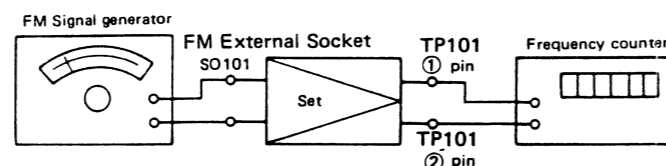

Figure 35-5 VCO Frequency Adjustment
- Make connection of instruments as shown in Fig. 35-5.
- Den Geräteanschluß gemäß der Abbildung 35-5 vornehmen.
- Brancher les appareils comme l'indique la Fig. 35-5.